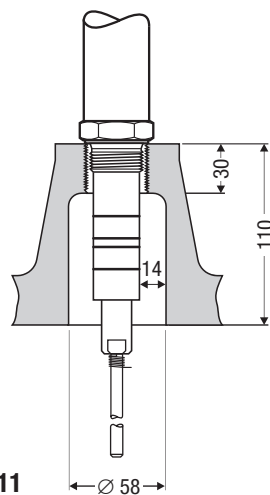

Fig. 11
- Anvend kun GESTRA-topflangen DN 50, hvis niveauelektroden NRG 111-50 monteres i en flangestuds! **Fig. 11**
- Den elektriske krybeafstand på 14 mm mellem elektrode og stel (flange, beholdervæg) må ikke underskrides! **Fig. 11, Fig. 15-21**